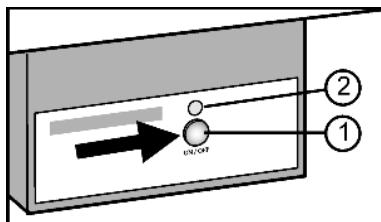

Fig. 15
- Нажмите и удерживайте кнопку On/Off Fig. 15 (1) так, чтобы светодиод Fig. 15 (2) загорелся.